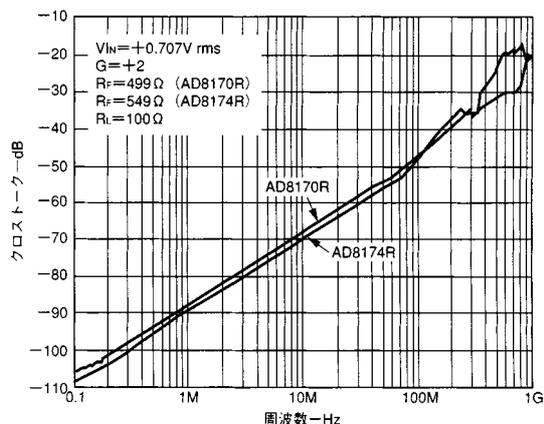

図13. 全チャンネルクロストーク対周波数
- セレクト入力はドライブされません(すなわち、もし、SELECTが論理1であればIN1が有効になります。AD8174では、もしA0 = 論理0でA1 = 論理1であれば有効になる入力はIN2です)。他のすべての入力は $V_{IN} = 0.707\text{ Vrms}$ でモニタ出力は $f = 5\text{ MHz}$ および 30 MHz 、 $R_L = 100$ (図13参照)。